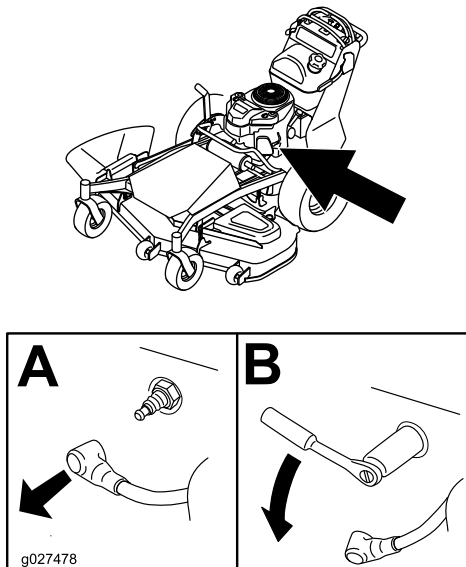

Figura 36
3. Retire a vela como se mostra na Figura 36.